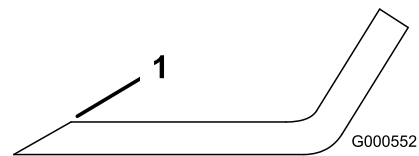

Figura 96
1. Utilice una lima para afilar el filo de corte en ambos extremos de la cuchilla (Figura 96).
**Nota:** Si la cuchilla no está equilibrada, rebaje algo el metal en la parte de la vela solamente con una lima (Figura 96).